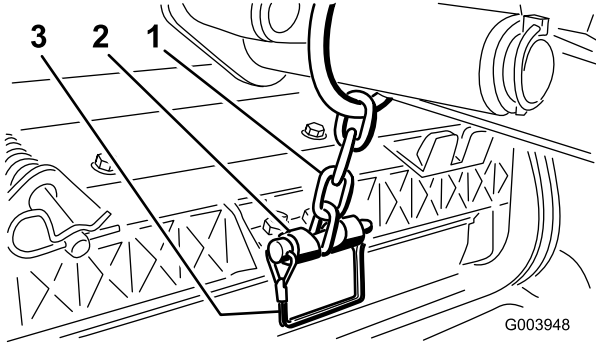

图13
12. 使用锁扣销将提升臂链条固定到链条架（图13）。使用滚刀组*操作员手册*所述的链条节数。